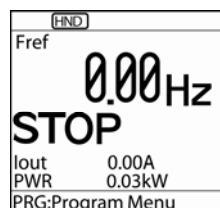

Figura 4.2 Vista del display LCD dopo aver inserito l'alimentazione
- (1) Verificare che sul display LCD sia visualizzato il valore 0.00 Hz (ciò indica che la frequenza di riferimento è 0 Hz) lampeggiante (osservare la Figura 4.2).